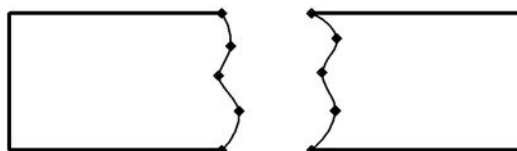

Рис.2. Результат выполнения задания
**Задание:** на чертеже детали типа *Пластина* построить две линии разрыва (рисунок 2).